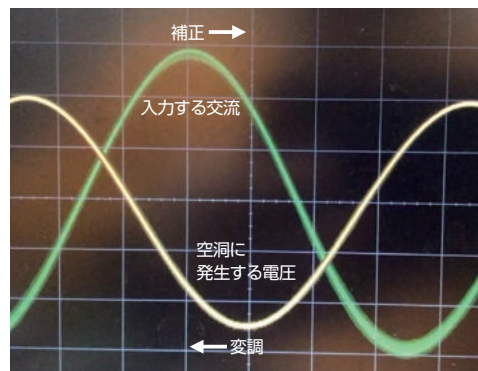

図4 空洞電圧の
**須田**：あるタイミングでプラスとマイナスが変わる交流を入力することで、空洞に電圧が発生します。空洞の共振周波数がずれると、ギャップに発生する電圧がそのずれに比例して変化します。ということは、そのずれを検出してずれがなくなるように、入力する交流のプラスとマイナスの切り替えのタイミングをわざとずらして(変調して)やればいわけです(図4)。私は今回、高速で動作するデジタルフィードバック回路を開発し、超伝導加速空洞1台ごとに状況が違う変調を補正して、10台全体として安定な加速電圧を実現することに成功しました。